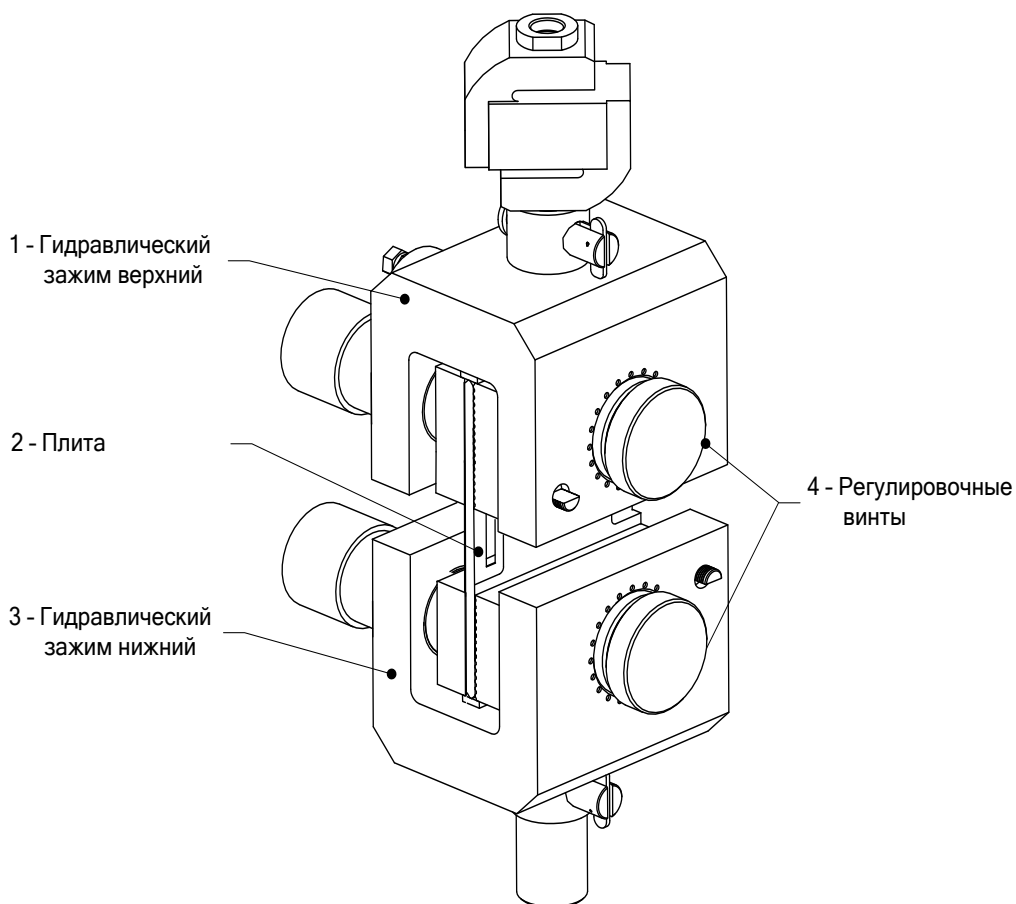

Рисунок 7 – Компенсация механики
4.3.2 Траверсу подвижную поднимать до тех пор, пока расстояние между нижней плоскостью губки гидравлического зажима верхнего 1 и верхней плоскостью губки гидравлического зажима нижнего 3 не составит 100 мм (см. рисунок 7, страница 17). Расстояние можно измерить, например, с помощью измерительной линейки 300 мм ГОСТ 427-75.